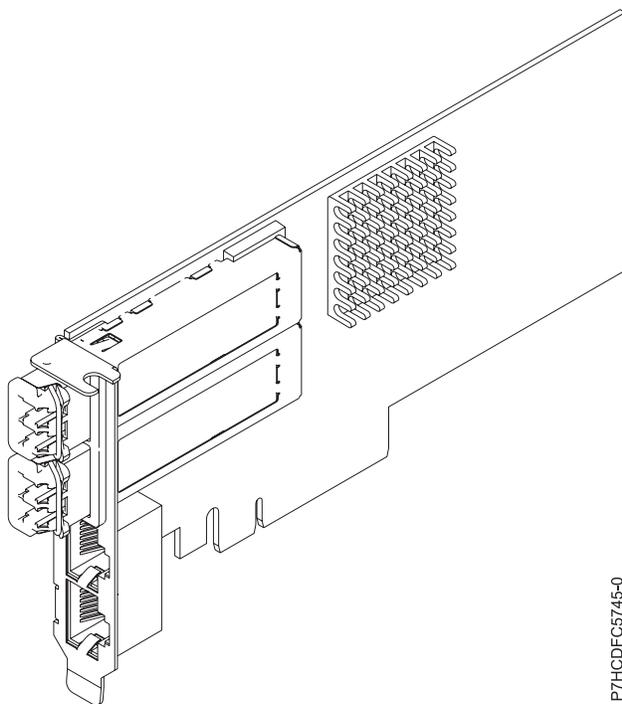

Figura 29. Adaptador FC EN0K
El adaptador de cuatro puertos proporciona dos puertos twinaxiales de cobre FCoE de 10 Gb y dos puertos Ethernet RJ45 de 1 Gb. Los dos puertos FCoE de 10 Gb están conectados mediante conectores de tipo pequeño (LC). Cada puerto FCoE proporciona conectividad Ethernet con una velocidad de datos nominal de 10 Gbps (gigabits por segundo). Cada uno de los puertos de 1 Gb proporciona conectividad Ethernet a una velocidad de datos de 1 Gbps y está conectado con cables Ethernet. Una velocidad de datos de 10 Mb no está soportada. La Figura 29 muestra el adaptador FC EN0K.